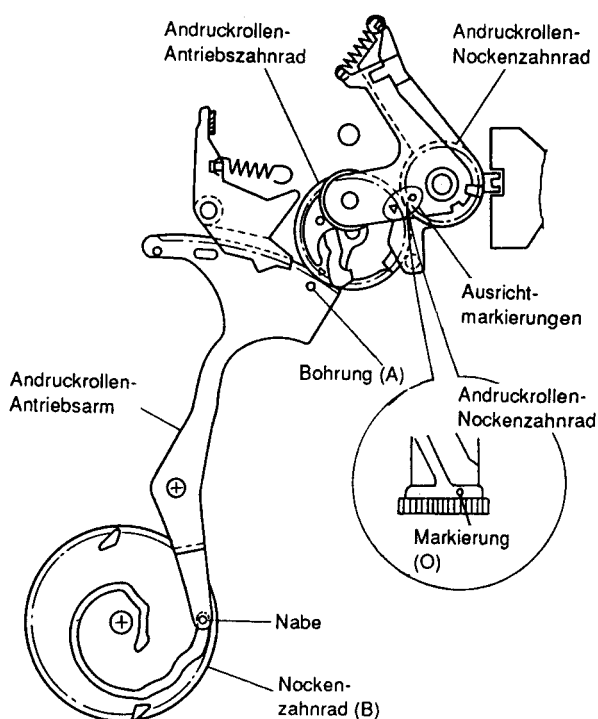

Abb. 6-15
- 3) Die Markierung (○) auf dem Andruckrollen-Nocken-zahnrad und die Markierung (Δ) auf dem Andruckrollen-Antriebszahnrad ausrichten (siehe Abb. 6-15).
- 1) Darauf achten, daß die Nabe des Andruckrollen-Antriebsarms richtig in die Nut des Nocken-zahnrades (B) eingesetzt ist (siehe Abschnitt 6-15).
- 2) Die Bohrung (A) in dem Andruckrollen-Antriebsarm und die Bohrung in dem Chassis ausrichten (siehe Abb. 6-15).